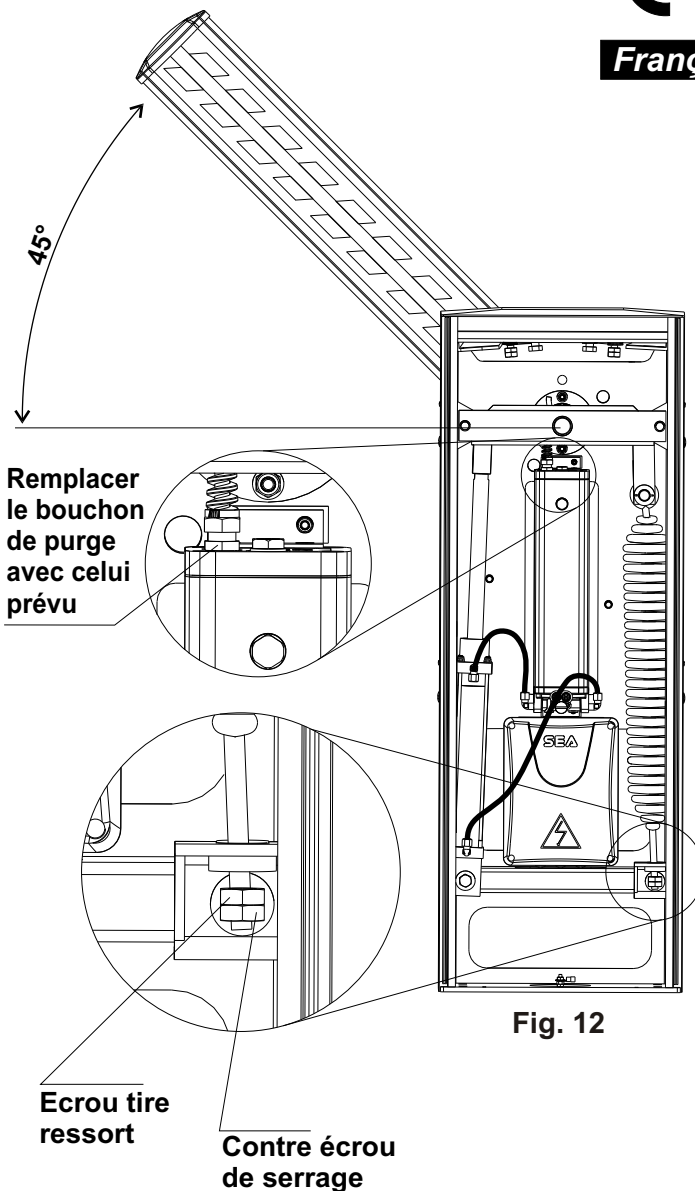

Fig. 12
- Positionner la lisse à 45° et exécuter l'équilibrage avec les écrous de Fig. 12.
- Dévisser ou visser l'écrou de tension du ressort jusqu'à atteindre le point d'équilibrage à 45° (Fig. 12).